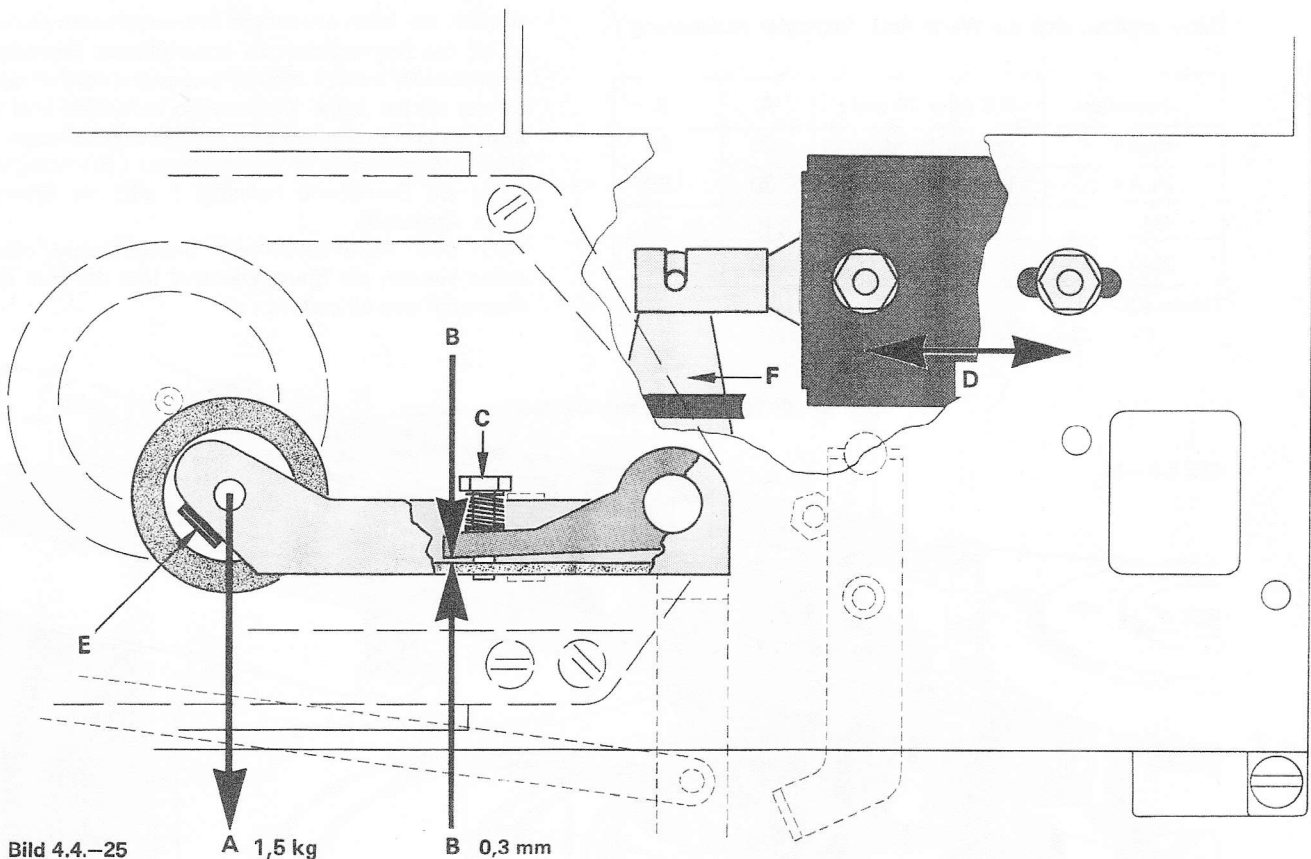

Bild 4.4.–25
- Andruckrollenachse von oben am Einstich halten und Bolzensicherung E (Bild 4.4.–25.) seitlich wegziehen.
Nach dem Auswechseln des Andruckarmes ist eine Neueinstellung gegenüber dem Hebel F (Bild 4.4.–25) erforderlich. Wenn der Hebel am Anschlag steht (Magnetanker ausgefahren), soll die Distanz zwischen Tonwelle und Andruckrolle 10 mm betragen.